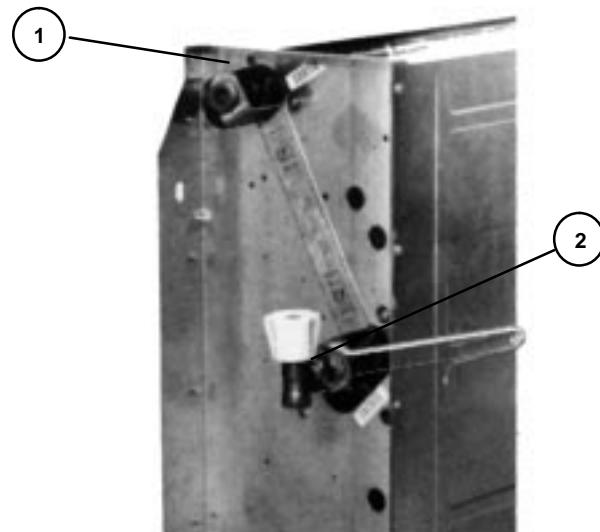

Fig. 10
- Lors du montage de robinets ou autres matériaux, il est impératif de maintenir les raccords à l'aide d'une clé (fig.10), afin d'éviter la torsion des tubulures.
- The coils are equipped with connections having air relief valves (item 1) and drains (item 2). Unscrew these drain caps using a standard flat-tipped screwdriver.
- When installing cocks or other fittings, the connection must be held by a wrench (fig.10) so as to avoid distortion of the tubes.
- Bei der Montage von Sperrhähnen oder anderen Materialien ist es unbedingt erforderlich, die Anschlüsse mit Hilfe eines Schlüssels (Abb. 10) festzuhalten, um eine Verdrehung der Anschlußstützen zu vermeiden.